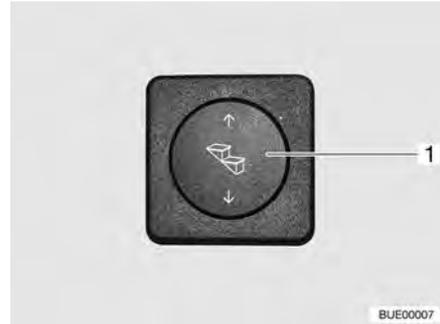

Fig. 6 Interruttore di comando scalino di ingresso
- Premere in basso l'interruttore a bilico (Fig. 6,1) e tenerlo premuto (almeno 3 secondi), fino a che lo scalino di ingresso è stato completamente estratto.
- Premere in alto l'interruttore a bilico (Fig. 6,1) fino a che lo scalino di ingresso è completamente inserito.